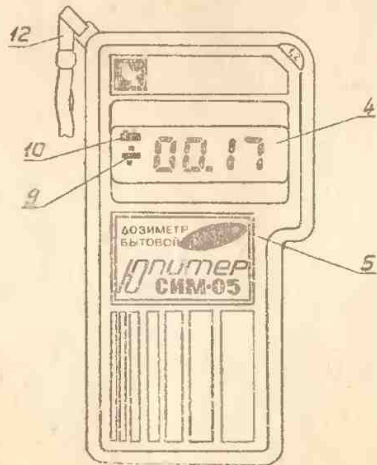

Рис. 1.
5.8. Расположение и назначение органов управления и индикации приведены на рис. 1, 2, 3.
РАСПОЛОЖЕНИЕ И НАЗНАЧЕНИЕ ОРГАНОВ УПРАВЛЕНИЯ ДОЗИМЕТРА (рис. 1, 2, 3)
6.4. Убедитесь в том, что напряжение батареев питания находится не ниже минимально допустимого значения, для чего установите переключатель ПОИСК ИЗМ. (поз. 1 рис. 3) в положение ПОИСК и через 3 с проконтролируйте в левой верхней части ЖК-табло (поз. 10 рис. 1) отсутствие мигающего знака «+—».
Примечание. При включении питания или при переходе из режима в режим дозиметр обеспечивает визуальный контроль набора информации в течение времени формирования первого отсчета при этом на табло индицируется знак «+» (поз. 9 рис. 1) и возможно мигание знака «+» (поз. 10, рис. 1). Далее дозиметр обеспечивает крайние показания на табло (поз. 4 рис. 1) и автоматическую их смену через последовательные интервалы времени, при этом окончание интервала измерения сопровождается коротким тональным звуковым сигналом «бип» и кратковременной индикацией знака «+» на табло.